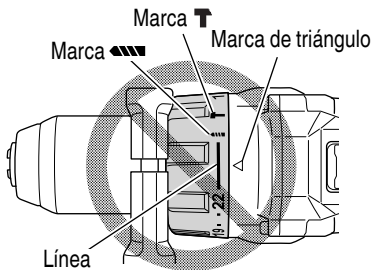

Fig. 18
- No usar con el dial del embrague en el número “22” y la línea en el medio de la marca de taladro. Si lo hiciese, se podrían producir daños. (Ver Fig. 18)